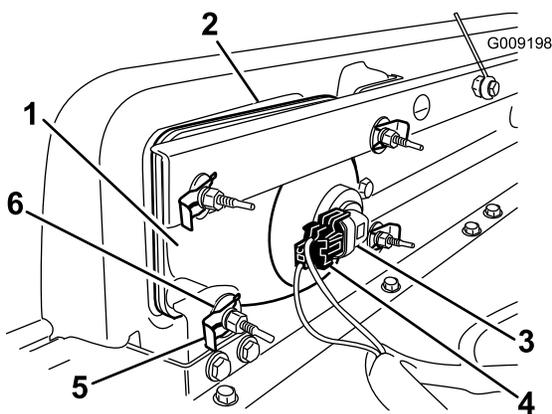

Figure 27
2. Sortez l'ensemble phare en le déplaçant vers l'avant à travers l'ouverture dans le pare-chocs avant (Figure 27).
- Montez le phare neuf à travers l'ouverture dans le pare-chocs (Figure 27).